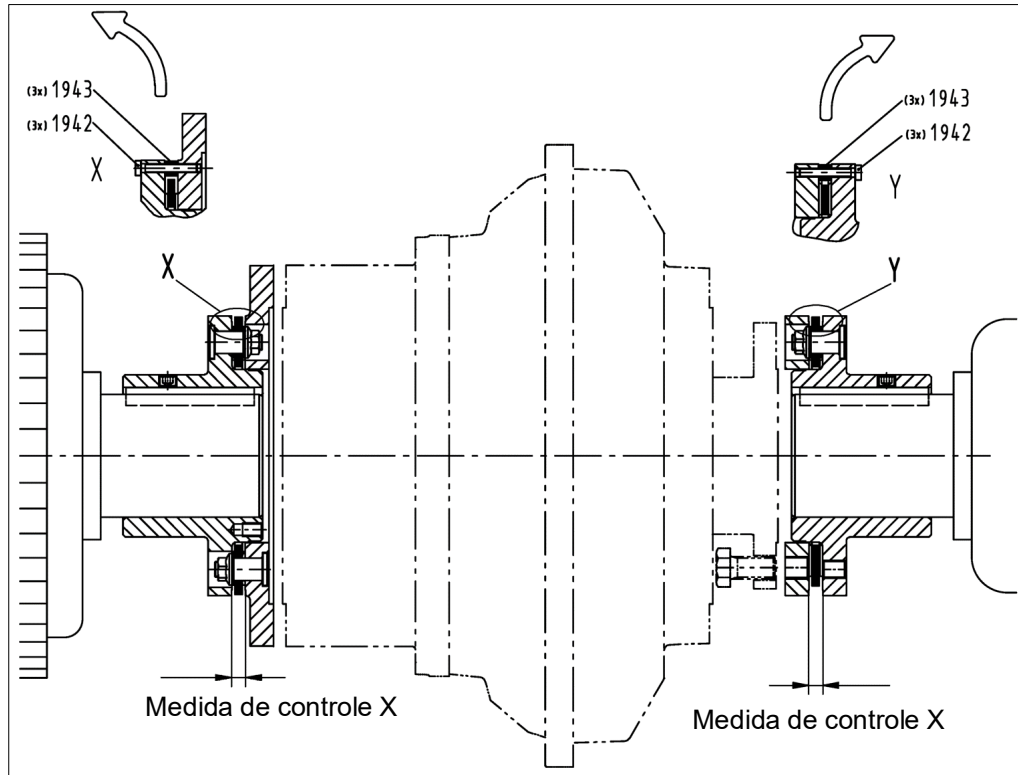
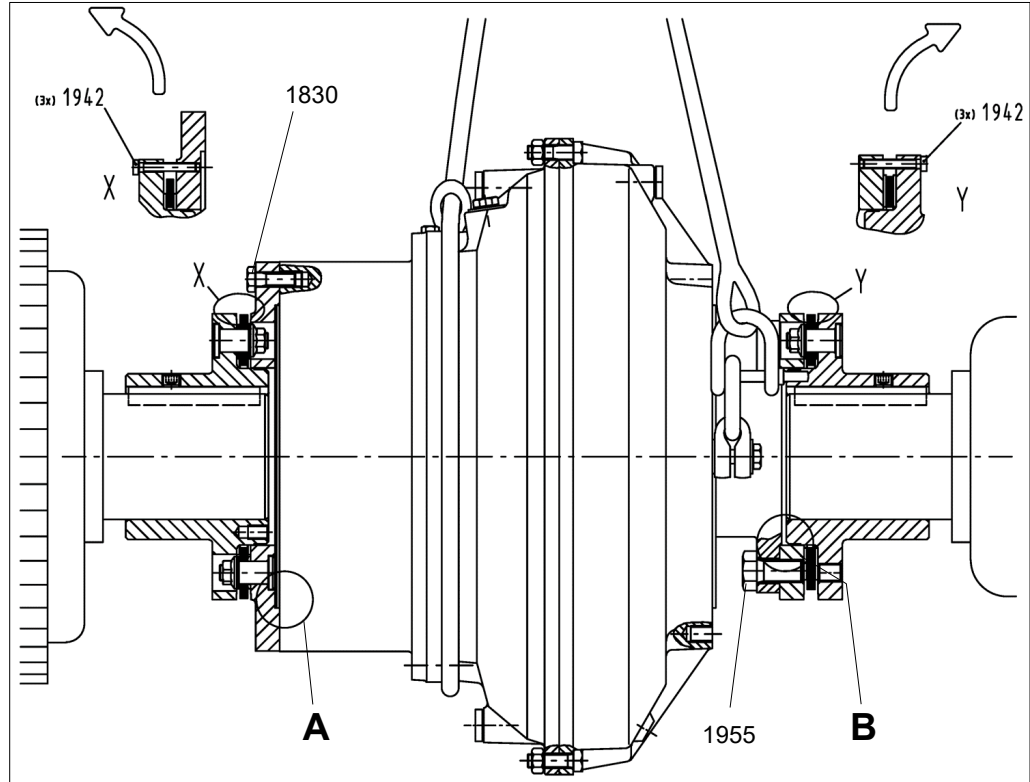
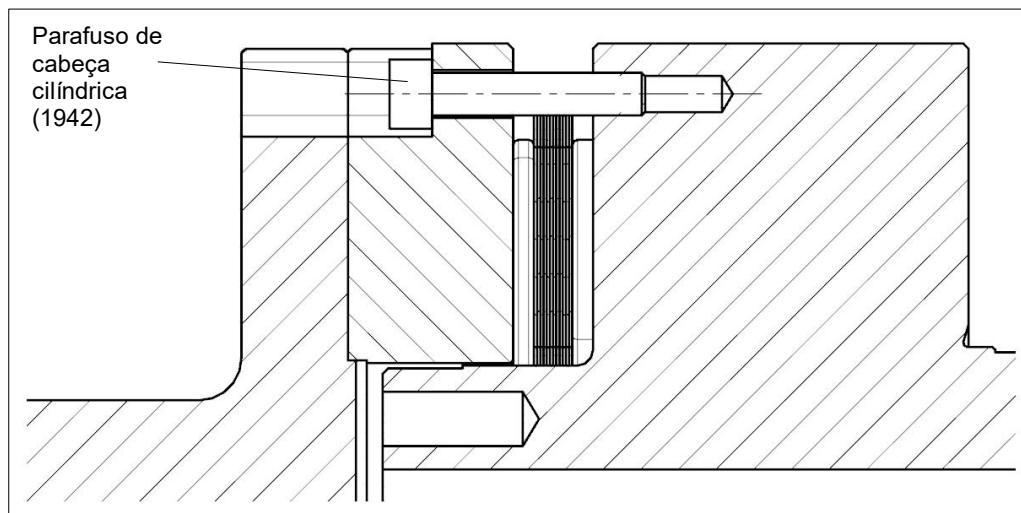

Figura 32
Figura 35
Figura 37
- Retirar os casquilhos distanciadores da fixação segura para transporte (item 1943) e (3x cada no lado do acionamento e no lado da saída) e guardar para uso posterior.
- Pré-tensionar o pacote de lamelas de forma uniforme com a ajuda dos parafusos de cabeça cilíndrica da fixação segura para transporte (item 1942) na medida de controle X (→ capítulo 8.5.1, tabela 8). Mediante o pacote de lamelas pré-tensionado é criado espaço suficiente para a montagem radial.
- Nos modelos do GPK01 com tambor/disco de freio, o sentido de montagem da pos. 1942 no lado de saída não é o representado na figura 32. Isto pode ser visto na figura 37 e no plano de montagem.
- Nos modelos do GPK01 com tambor/disco de freio, o sentido de montagem da pos. 1942 no lado de saída não é o representado na figura 35. Isto pode ser visto na figura 37 e no plano de montagem.